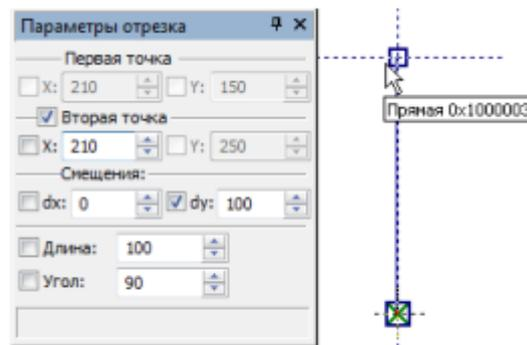

Рис.3 Установка свойств смещения по оси Y и привязка к линии построения
Для второго узла отрезка в окне свойств задайте смещение по оси Y (100) (рис.3). Курсор станет перемещаться по вспомогательной горизонтальной прямой. Подведите его к вертикальной линии построения, проходящей через первый узел отрезка. Когда сработает привязка к этой линии построения («Прямая 0x1000003»), нажмите  (рис.3).